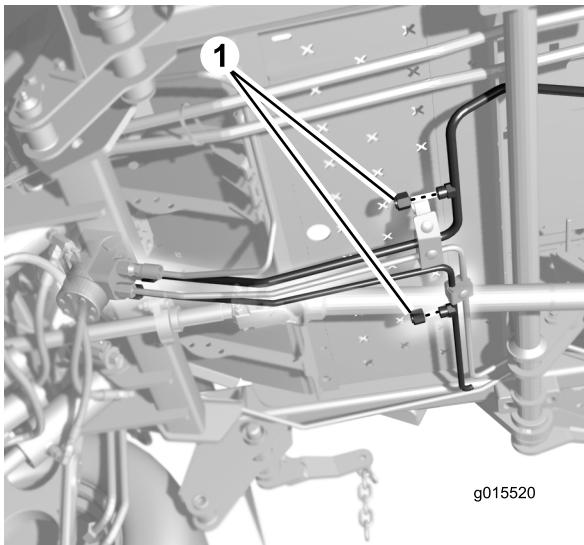

Рисунок 8
1. Установите сливной поддон под крышки гидравлических трубок (Рисунок 8).
2. Снимите крышки с гидравлических трубок на машине (Рисунок 8). Снимайте крышки по одной за раз при установке трубок для предотвращения излишних потерь гидравлической жидкости.